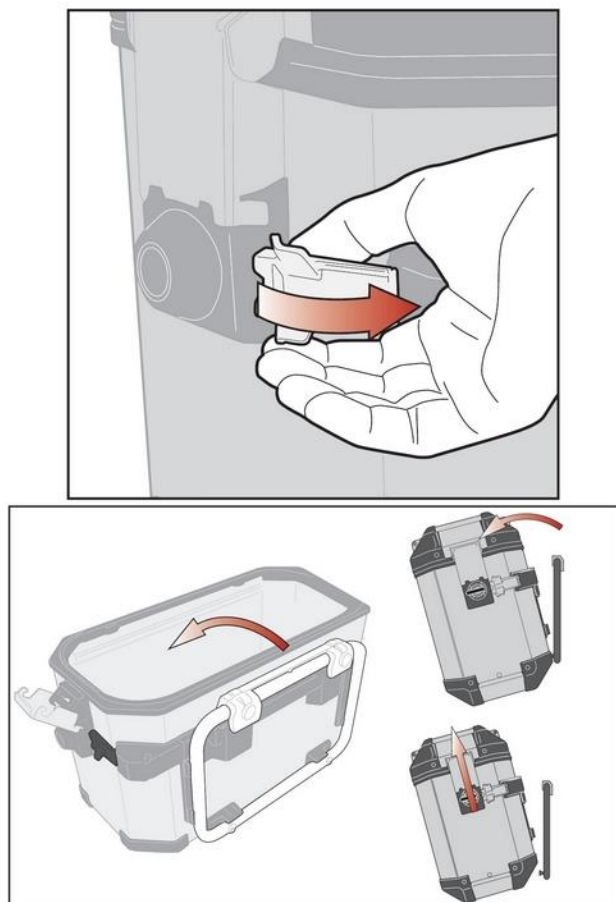

図 D1
1. ①OBK モノキーサイドケースのキーシリンダーに②セキュリティロックキーを奥までしっかりと挿し込み、鍵を右（3 時方向）に回してロック解除します。
2. ケースをしっかりと支え持ち、キーシリンダー横にあるリリースレバーの左右のノブを指でつまみ、アームを手前に軽く引いて車体側 PL-CAM パニアホルダー上側のアタッチメント（勘合部 2 箇所）とケース背面上側（2 箇所）の勘合を慎重に外します。（図 D1 参照）
3. 引き続きケースをしっかりと支え持ち、パニアホルダー下側の凸フック部（2 箇所）とケース背面下側の凹部（2 箇所）の勘合を外し、脱落させないように十分注意しながら、パニアホルダーからケースを完全に取り外します。（図 D1 照）